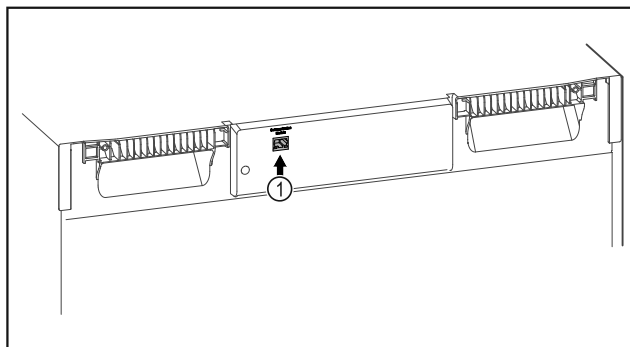

Fig. 85
- Je používán SmartModule Fig. 85 (1).